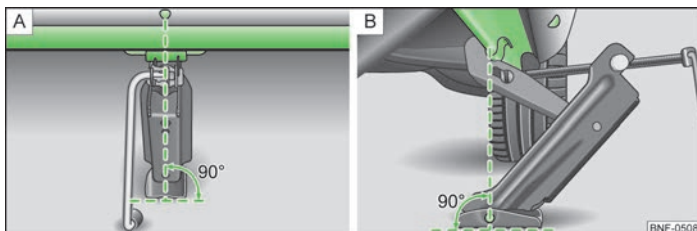

Bild 113 Ansätt domkraften
- Ansätt domkraften så att klon griper om flänsen » bild 113 - B under inpräglingen i tröskelns sidoyta.
- Säkerställ att grundplattan till domkraften står med hela ytan på jämnt underlag och i lodrätt läge » bild 113 mot den plats där klon griper in i flänsen.